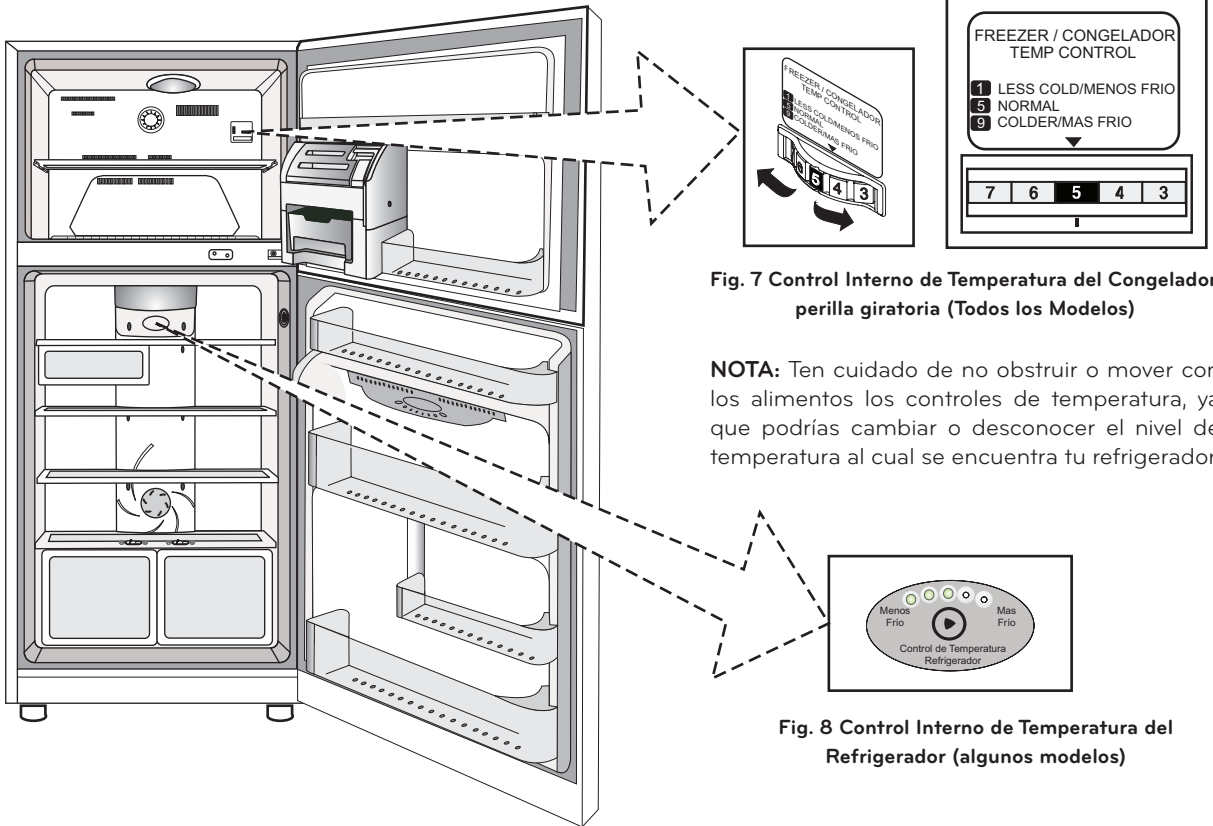

Fig. 7 Control Interno de Temperatura del Congelador, perilla giratoria (Todos los Modelos)
- **Congelador:** Controla el paso de aire frío que va del congelador al refrigerador, Fig. 7.